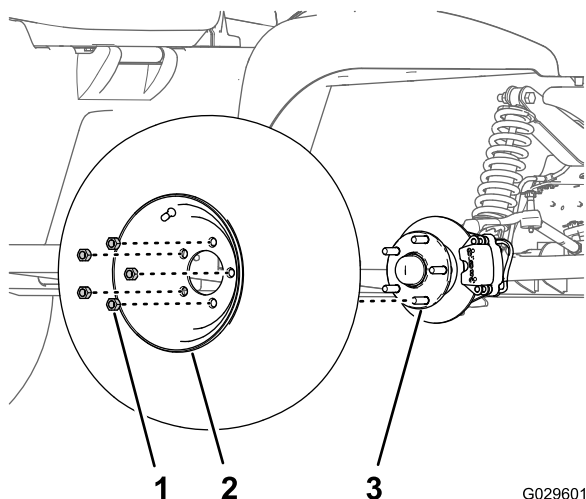

Figura 28
2. Retire as 5 porcas de rodas que prendem a roda ao cubo (Figura 28).
4. Alinhe os orifícios na roda com os pinos do cubo e monte a roda no cubo com a haste da válvula para fora (Figura 28).
5. Prenda a roda ao cubo com as porcas de roda (Figura 28) e aperte as porcas com 108 a 122 N·m.